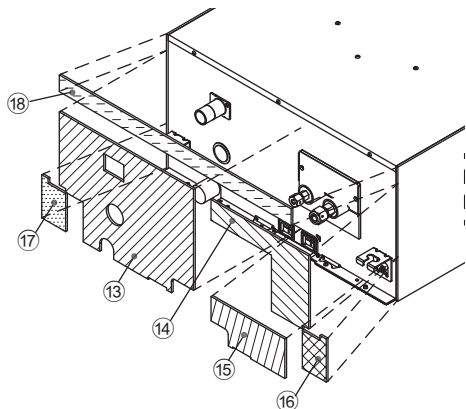
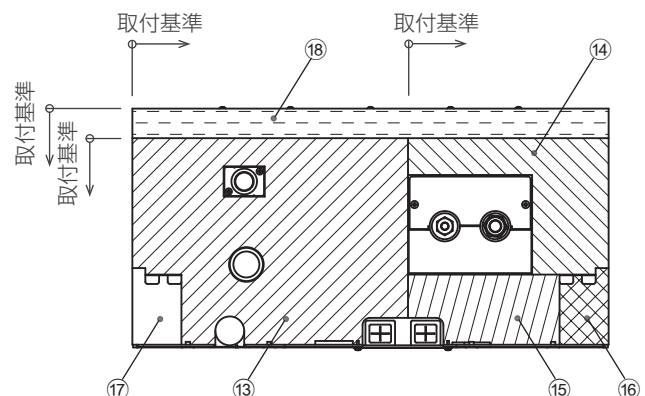

図 15
図 16
1. 室内ユニットの配管面に断熱材 ⑱ を取付けます。(図 15、図 16)
2. 断熱材 ⑱ の端面に合わせ、断熱材 ⑬ → ⑭ → ⑮ の順に取付けます。(図 15、図 16)
3. 吊金具部に断熱材 ⑯、⑰ を取付けます。(図 15、図 16)